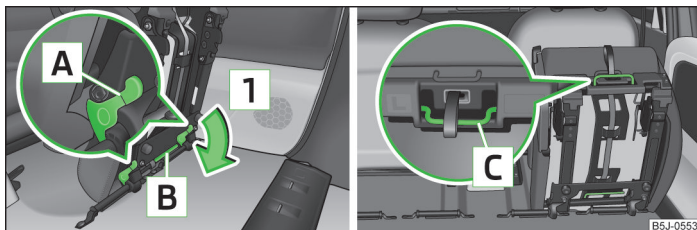

Fig. 42 Deblocați scaunul rabatat spre înainte / mânerile de pe suprafața de șezut
- › Deblocați scaunul rabatat spre înainte prin apăsarea elementelor de blocare **A** » fig. 42, în sensul săgeții **1**.
- › Rabatați scaunul lateral spre înainte » pagina 54, *Rabatarea spătarului spre înainte și rabatarea completă a scaunului spre înainte* și deblocați-l » fig. 42 la pagina 55.